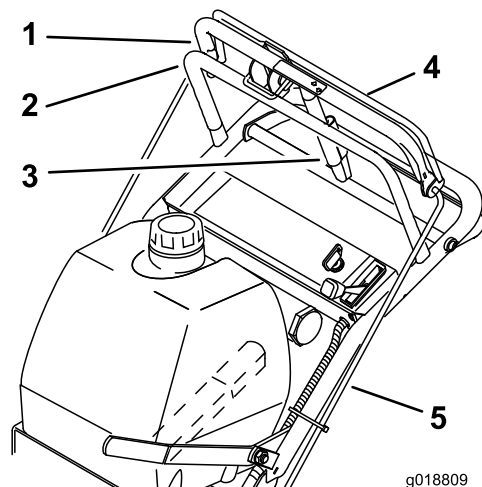

Figura 22
1. Compruebe el espacio entre la barra de control superior y la barra fija, con la transmisión de las ruedas totalmente engranada. El espacio debe ser de a 25-32 mm (1 a 1-1/4 pulgada) aproximadamente (Figura 22).